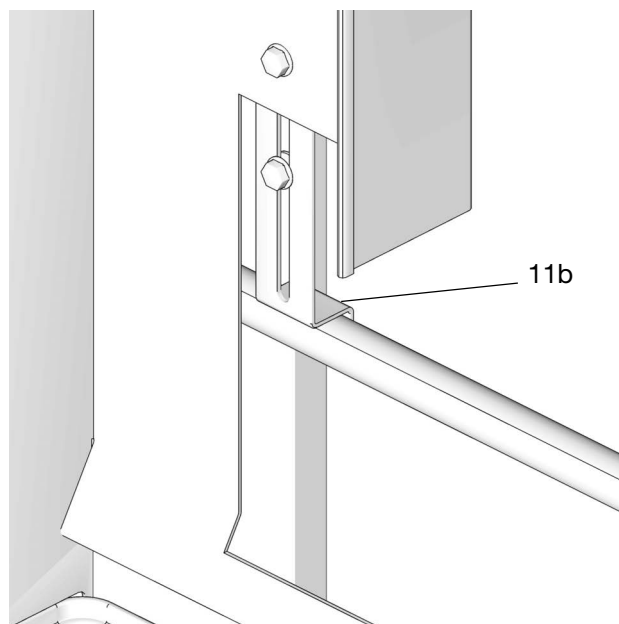

図 21
3. Zブラケット(11b)を調整し、メータートレイの位置を必要に応じて固定します(図21)。